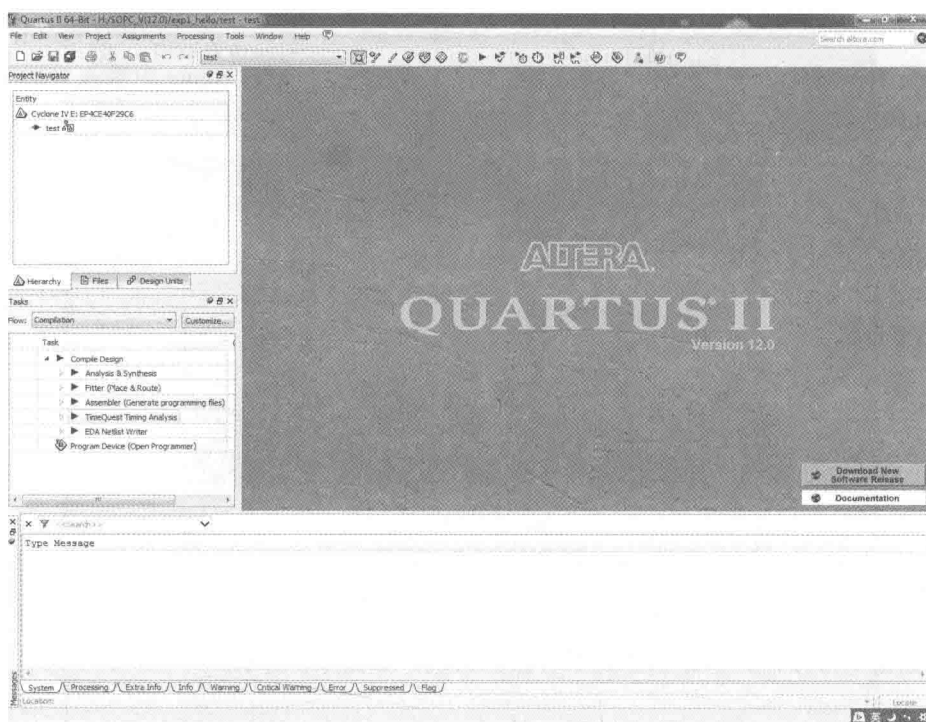

图 1-3 新建的工程界面
(4) FPGA 选好后，点击 Next，进入选择其他 EDA 工具窗口。本实验中不需要任何 EDA 工具，所以直接点击 Next 按钮，然后再点击 Finish 按钮，完成新工程的创建。如图 1-3 所示。